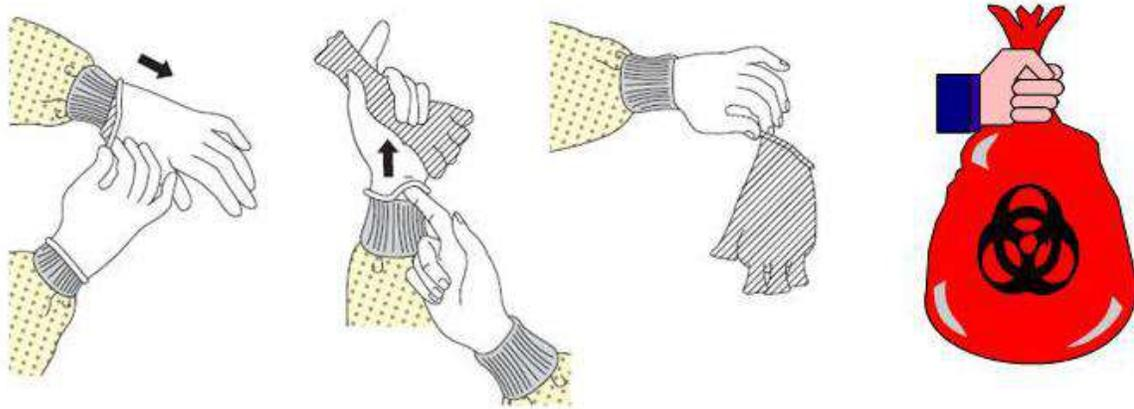

Figura 9. Pasos para retirar los guantes
**5.4.1.3.3.** Con la mano medio enguantada, pellizcar y sujetar la mano totalmente enguantada entre la palma y la muñeca. Despegar el guante de la muñeca hasta que se dé la vuelta y cubra los dedos (Figura 9).